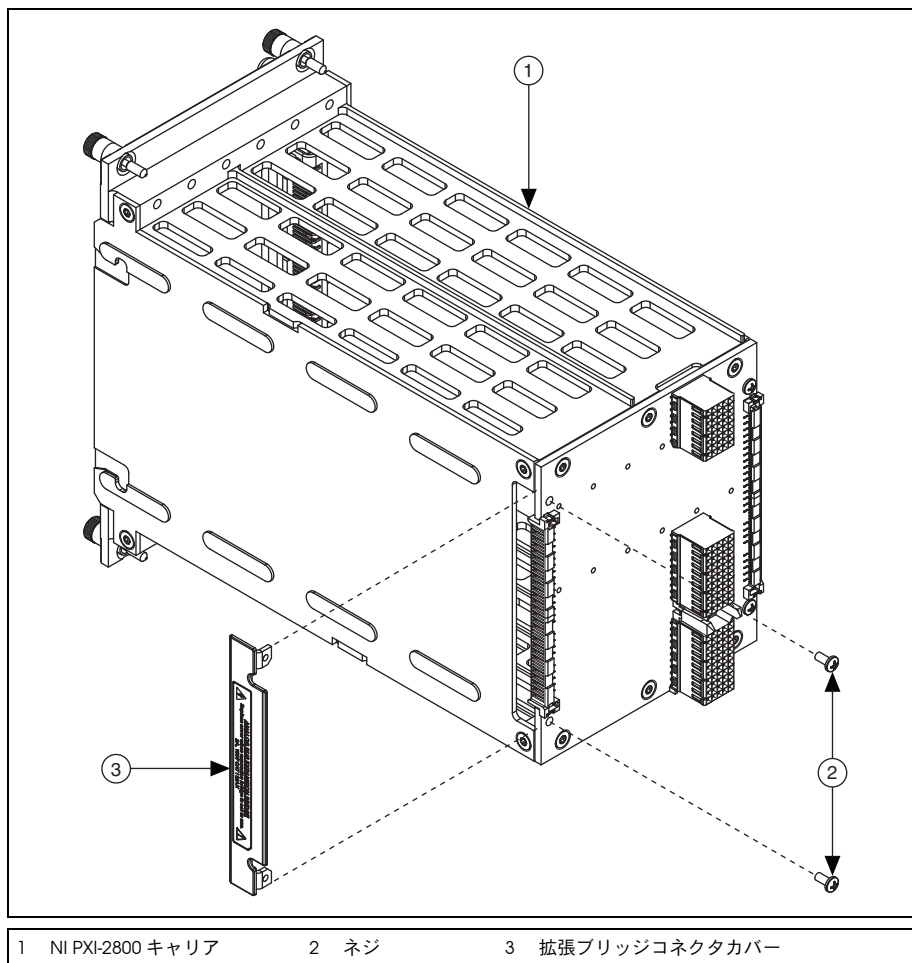

図 1. NI PXI-2800 から拡張ブリッジコネクタカバーを取り外す
3. 図 1 を参照し、プラスドライバ (No. 1) を使用して手順 2 で確認した拡張ブリッジコネクタカバーのネジを外します。